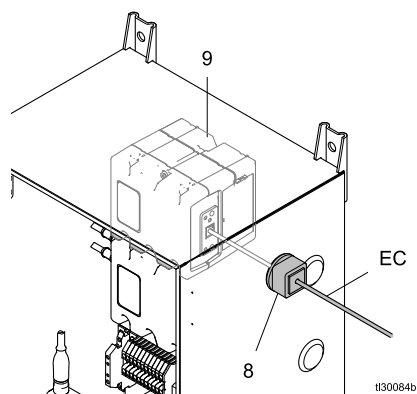

Figure 10 Модуль CGM, кабель (EC) и кабельный ввод
4. Раскройте втулку и вставьте в нее кабель FieldBus (EC) (рис. 10) так, чтобы длины отрезка кабеля снаружи хватило на его укладку в корпусе и на подключение к модулю CGM (9).